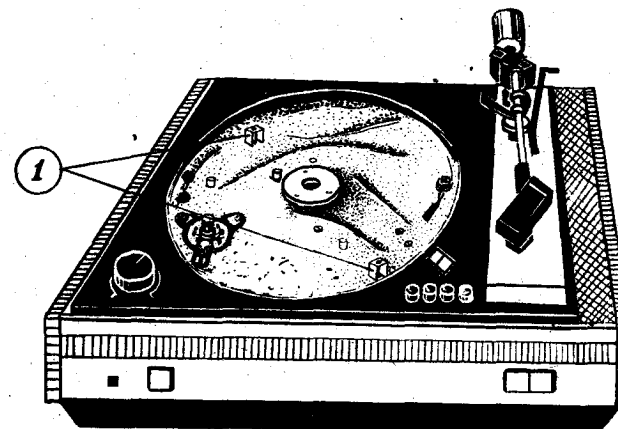

Рис.4. Общий вид электропроигрывателя без диска
- а) снимите П-образные скобы поз.1 рис.4, открутив транспортные винты, крепящие ЭПУ к корпусу;